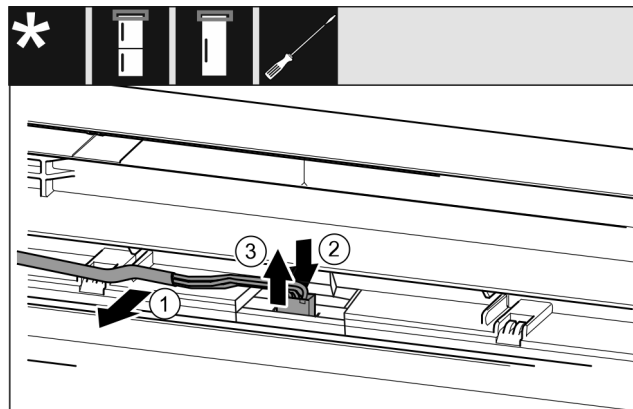

Fig. 20 Koel-/vriescombinaties / diepvriezers / koelapparaten
- Kabel Fig. 20 (1) voorzichtig uit de geleiding in de deur losmaken.
- Strip Fig. 20 (2) achter de stekker naar achteren drukken.
- Stekker Fig. 20 (3) voorzichtig naar boven toe wegtrekken.